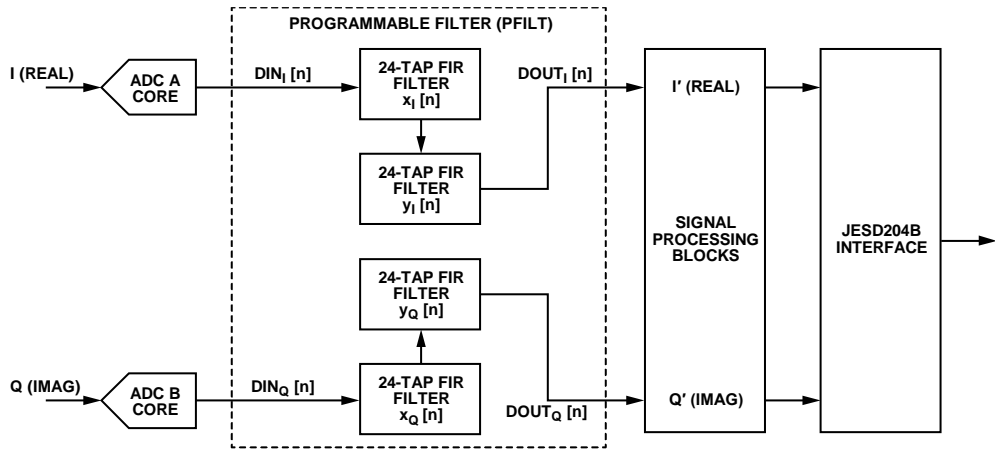

図 81. 24 タップ実数フィルタ 2 個の直列接続構成
- 各 I/Q チャンネル用に直列接続した 24 タップ実数フィルタ 2 個のセット (図 81 参照)